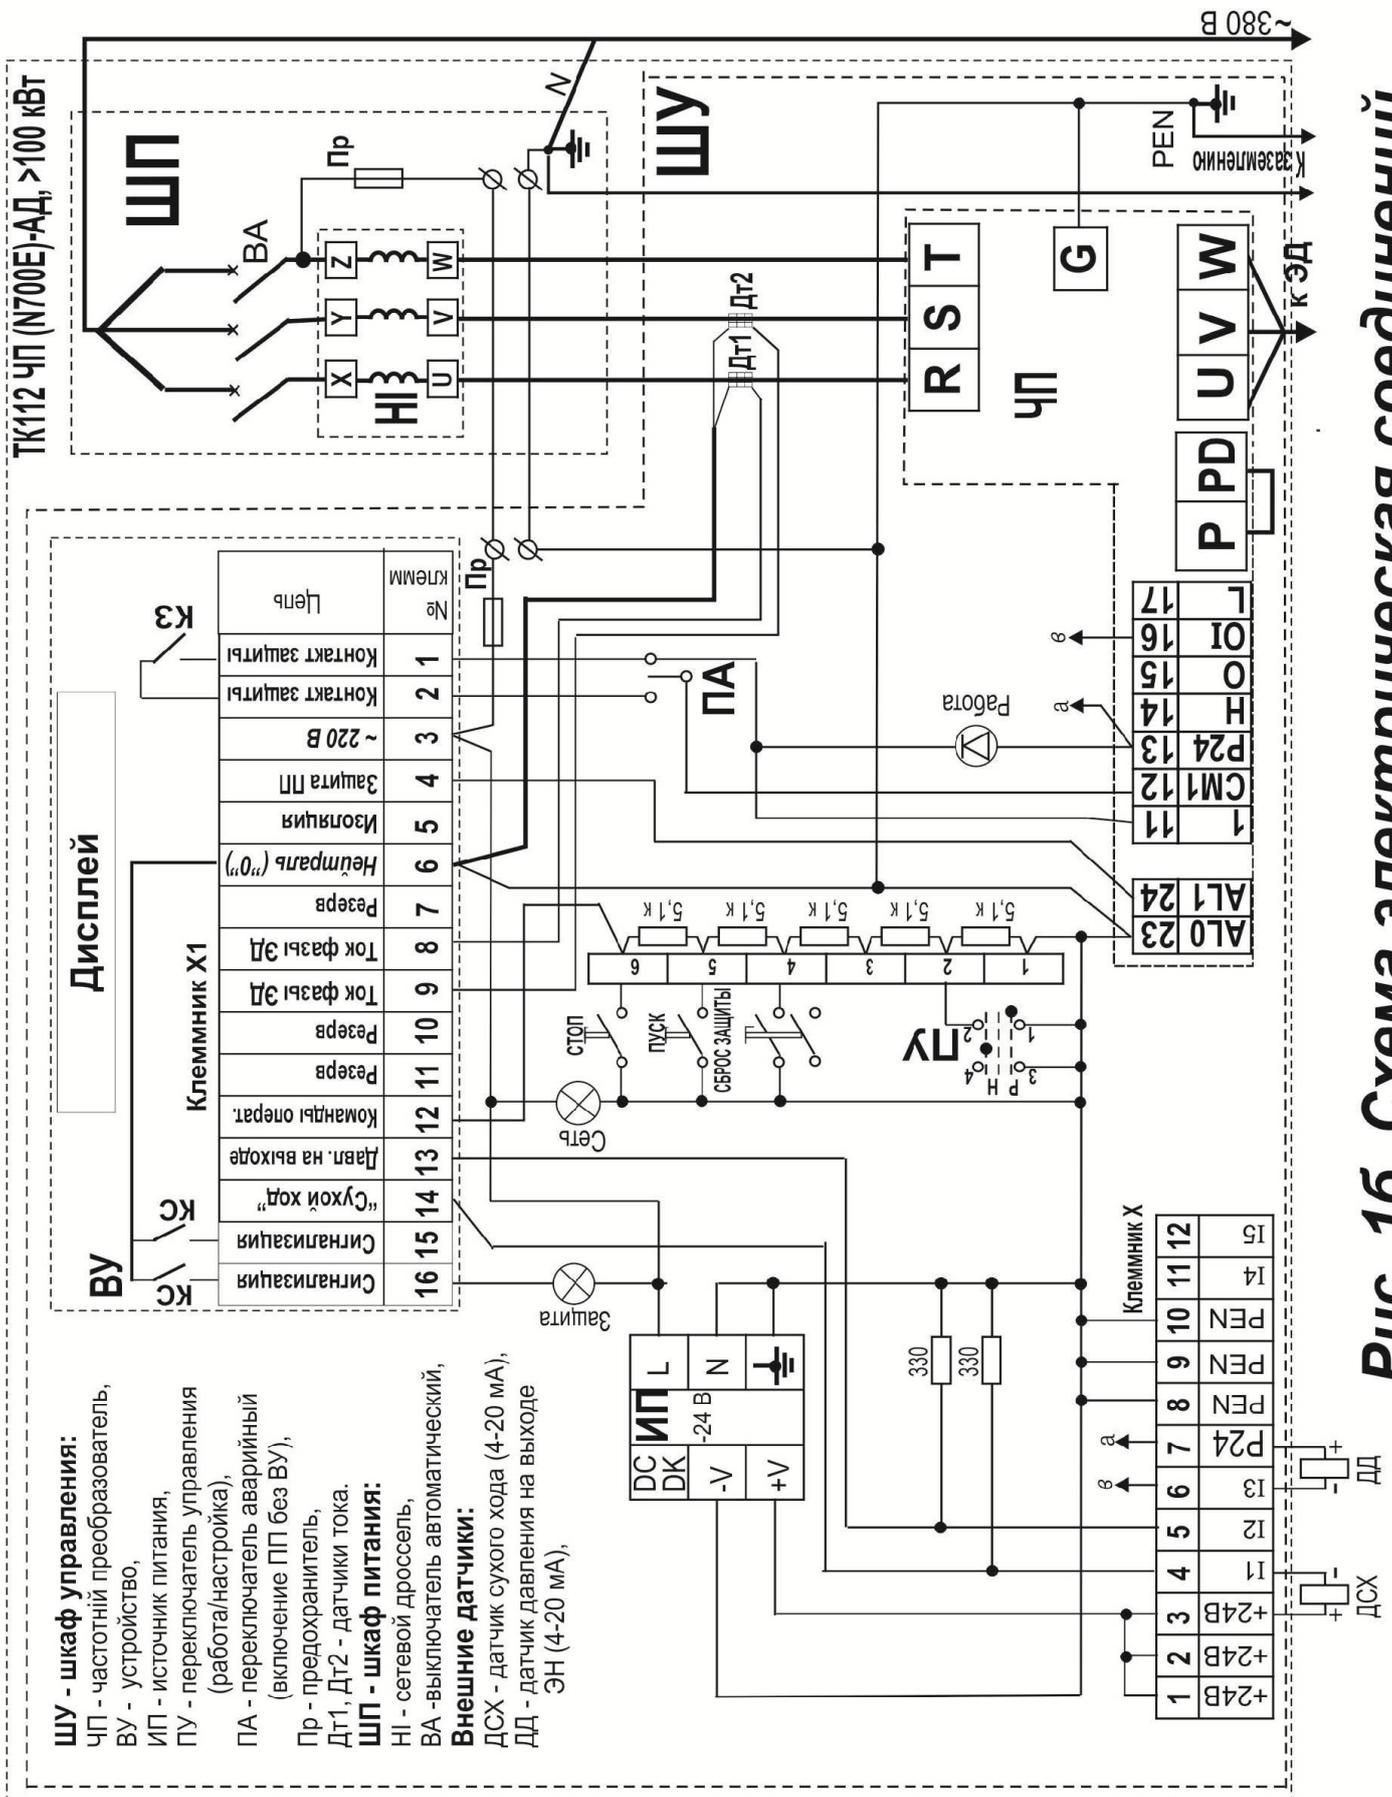

Рис. 16. Схема электрическая соединений
5.2. Для ЭД с номинальной мощностью более 100 кВт, станция может быть реализована в двух шкафах, двери которых открываются в разные стороны (см. рис.16, ШП – шкаф питания, ШУ – шкаф управления). В этом случае в ШП выносятся автоматический выключатель и сетевой дроссель, а датчики тока размещаются на входных шинах ЧП. Межшкафные соединения поставляются в составе одного из шкафов и подключаются к другому шкафу на месте установки. ШУ и ШП должны устанавливаться на одной высоте на расстоянии не более 200 мм друг от друга. При этом, открытые двери не должны перегораживать пространство между шкафами.